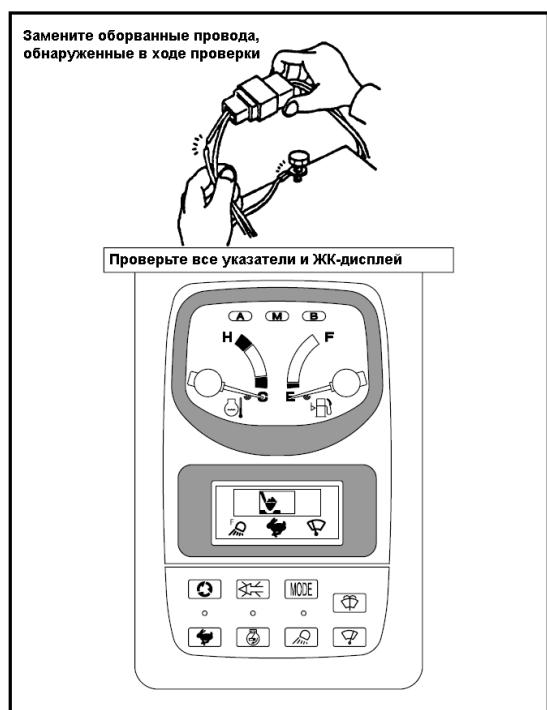

Рисунок 4.37
- Проверьте правильность работы всех указателей и ЖК-дисплея на приборной панели (рисунок 4.37).